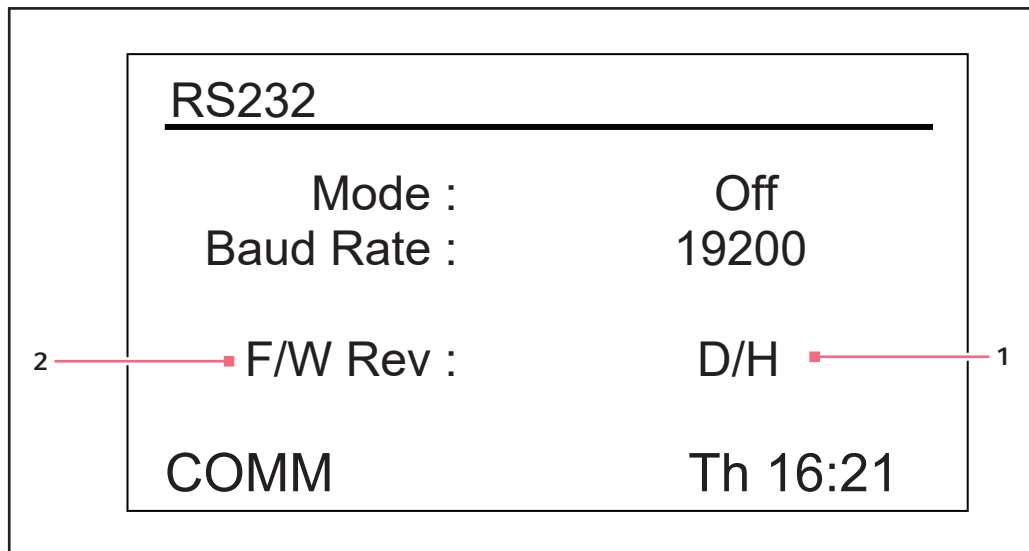

Fig. 9-7: Tela RS232
Esta tela (aqui Fig. 9-7 na pág. 57) é utilizada apenas se conectou um computador pessoal à porta RS-232 (aqui *Interfaces de software na pág. 39*). Aqui pode seleccionar o *modo* e a *velocidade em bauds* da entrada RS-232 adequados a seu PC.
1. Rode o botão para realçar a configuração atual (*Off* (aqui Fig. 9-7 na pág. 57) na tela exemplo acima), depois clique no botão. A configuração atual pulsará.
2. Rode o botão de controle para a esquerda ou direita até aparecer a configuração desejada (aqui *Rode o botão para realçar a configuração atual (Off) (aqui Fig. 9-7 na pág. 57) na tela exemplo acima, depois clique no botão. na pág. 57*).
1. Rode o botão para realçar a configuração atual (19200 na tela exemplo, (aqui Fig. 9-7 na pág. 57)), depois clique no botão uma vez.